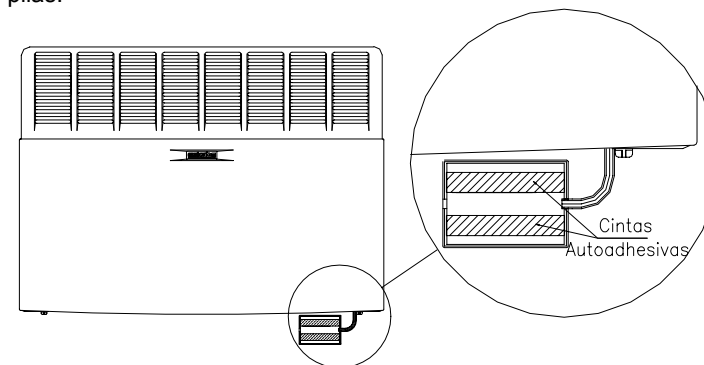

Fig. 7
- Extraiga el portapilas del interior del calefactor, luego tome la caja portapilas que posee dos cintas autoadhesivas, quíteles el film protector y adhiérala a la pared, por debajo del calefactor. Cuide de colocar la caja en una posición que permita la correcta colocación del portapilas (Ver fig. 7). Luego coloque las pilas.